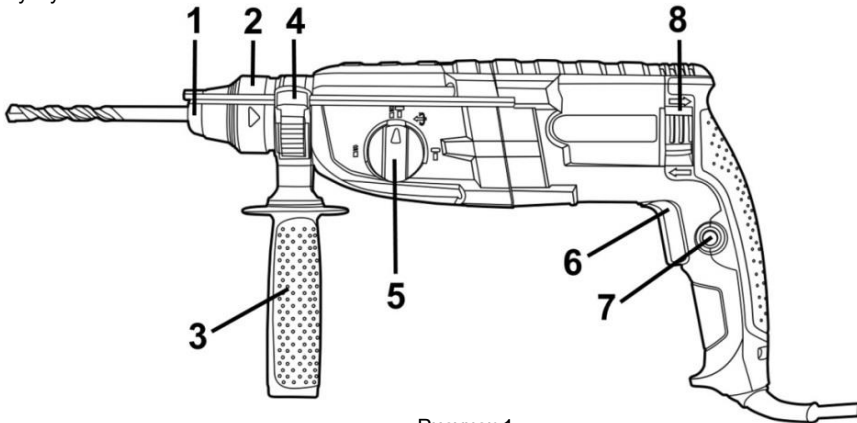

Рисунок 1
2.2.1 Виріб має несучий пластиковий корпус з вмонтованим електричним колекторним двигуном, редуктором з пневматичним ударним механізмом, на вихідному валу якого встановлюється патрон **SDS-Plus** (2) для закріплення змінних робочих інструментів з циліндричними хвостовиками системи SDS-Plus, згідно рис. 1. Корпус одночасно вміщує органи керування режимами інструменту, шнур живлення від мережі змінного однофазного струму та має опорну поверхню для встановлення передньої рукоятки (3) з можливістю фіксованого позиціонування навколо подовжньої осі виробу.
4.1 Оберіть необхідний режим роботи виробу за допомогою перемикача (5) (див. Рисунок 1, таблицю 1). При необхідності зміни кута нахилу насадки при виконанні довбальних робіт виконайте операції, які описані в пункті 3.5. При необхідності встановлення свердильного патрона – встановіть його в патрон SDS-plus через адаптер.
4.2 Для вмикання виробу натисніть на курковий важіль перемикача (6) (рис.1). Для відключення виробу слід курок відпустити.